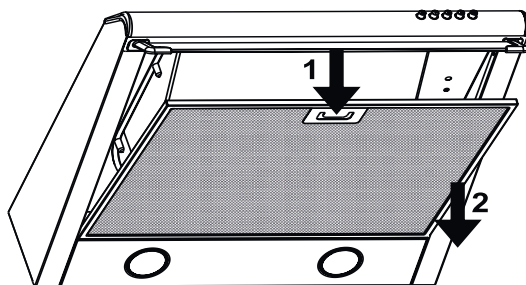

Fig.14
2. Scoateți filtrul metalic de grăsimi (Fig.14, pagina 27);